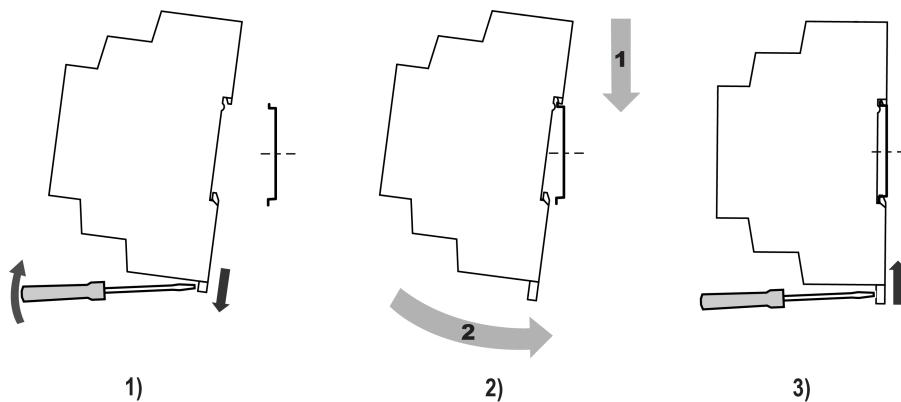

Рисунок 5.2 – Монтаж прибора
- Вставив отвертку в проушину, оттянуть защелку (см. рисунок 5.2, 1). Прибор установить на DIN-рейку.
- Прибор прижать к DIN-рейке (см. рисунок 5.2, 2, стрелки 1 и 2). Отверткой вернуть защелку в исходное положение.